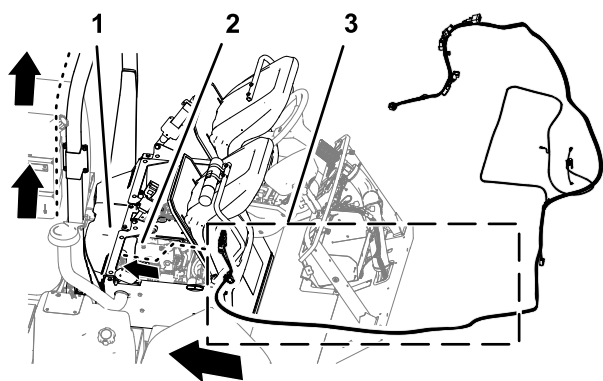

Рисунок 139
1. Проложите ответвление длиной 302 см жгута проводов передачи данных в правую часть двигательного отсека (рядом с воздушным фильтром двигателя) и назад под нижней правой частью заднего кожуха двигателя (Рисунок 139).